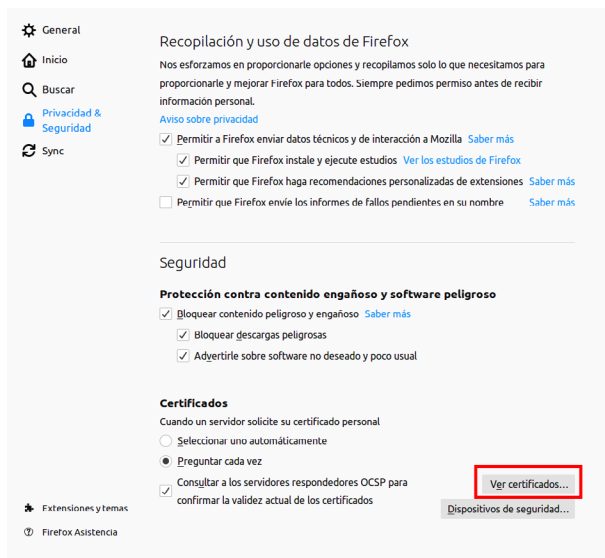

Fig. 16. Menú "Privacidad & Seguridad" de Firefox
- Una vez finalizado este paso, el certificado se habrá importado correctamente. Iniciar el navegador para confirmarlo. En "Preferencias" hacer clic en el menú lateral izquierdo para navegar hasta "Privacidad & Seguridad". Navegar hasta el final de la pestaña hasta encontrar el apartado "Certificados". Hacer clic en "Ver certificados..." (Fig. 16).